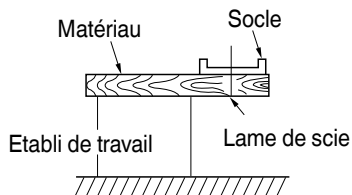

Fig. 5
7. Préparer un établi de travail en bois (Fig. 5)